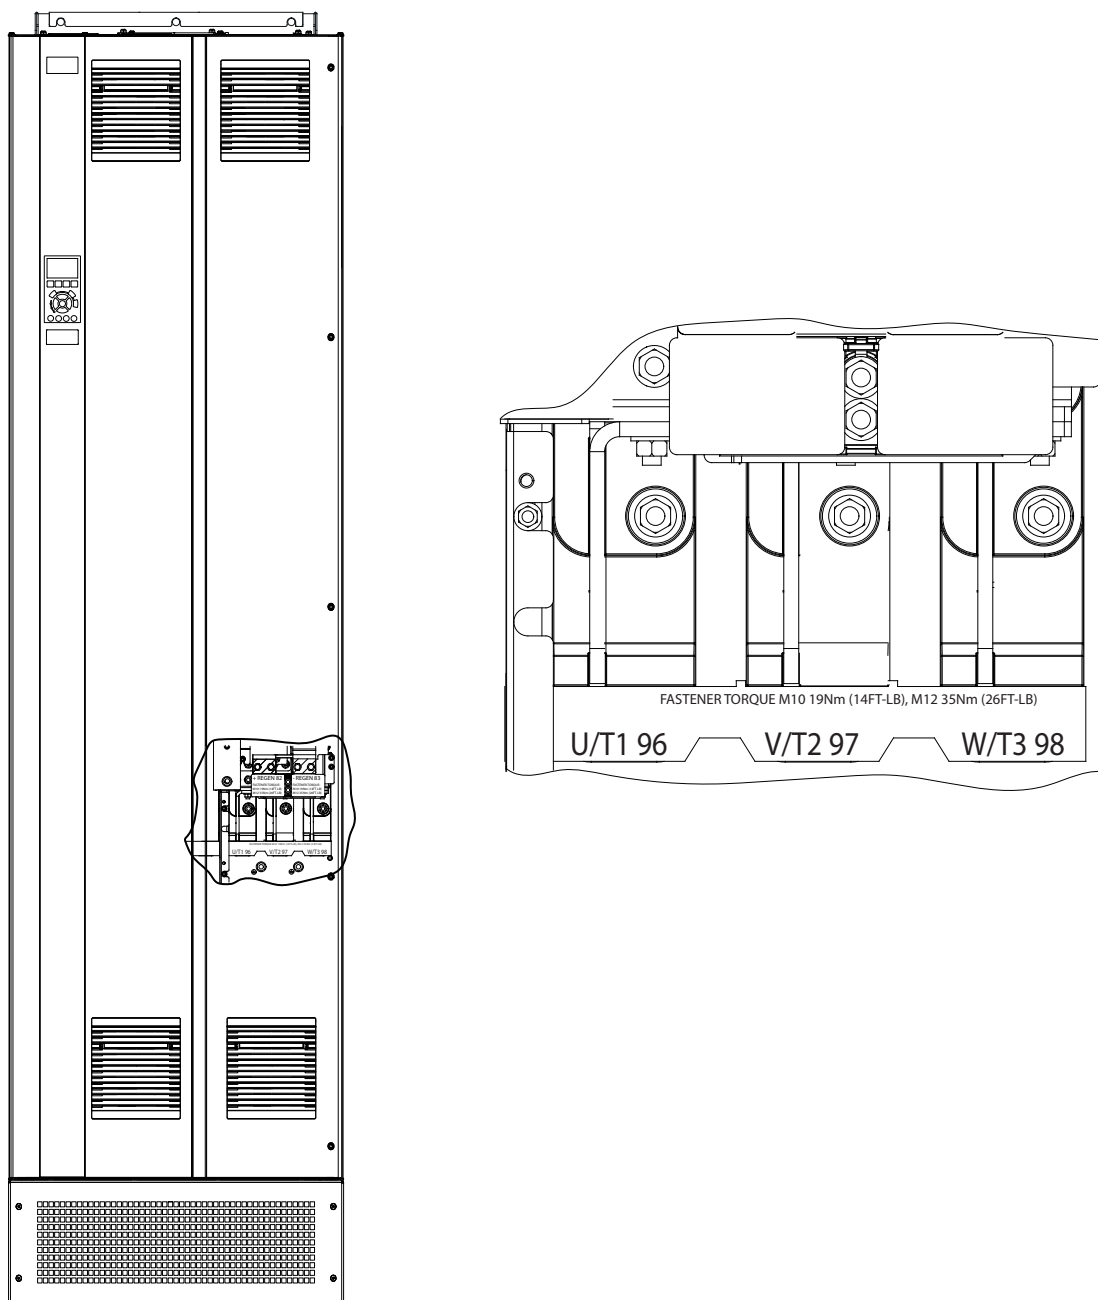

Bild 5.3 Växelström, motorplintar (E1h visas). En detaljerad vy över plintarna finns i *kapitel 5.7 Plintmått*
4. Anslut trefasmotorkablaget till plint 96 (U), 97 (V) och 98 (W), se *Bild 5.3*.